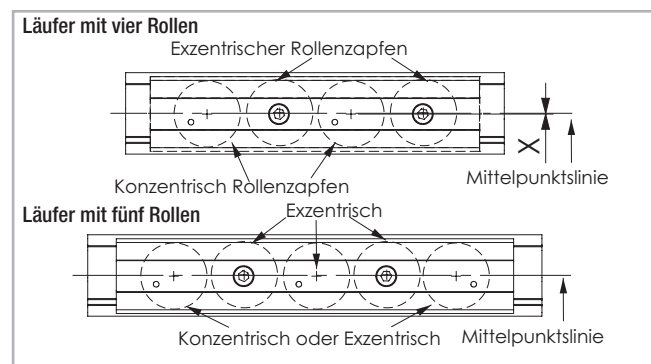

Abb. 154
- Bei der Verwendung von exzentrischen und konzentrischen Rollenzapfen entsteht ein Mittenversatz (siehe hierzu Tab. 75). Um den Mittenversatz zu vermeiden, können bei der Verwendung von mehr als drei Rollenzapfen auch nur exzentrische Rollenzapfen verwendet werden (siehe hierzu Abb. 154, Fünf Roller).